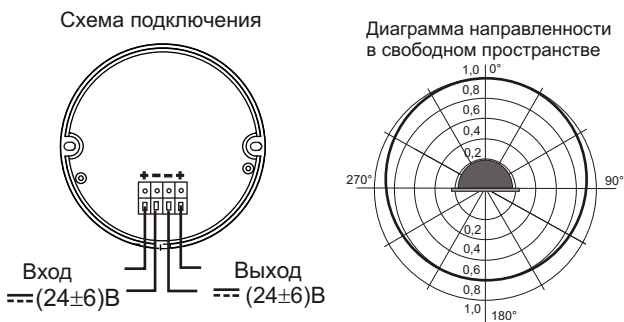

Рис.2 Схема подключения и диаграмма направленности оповещателя .
- 2.7. Диаграмма направленности звука на рис.2 (п.5.3)
5.1. Перед установкой необходимо проверить внешний вид оповещателя на наличие повреждений и проверить работоспособность следующим образом:подключить источник питания (типа Б5-7) к выводам оповещателя (рис.2), предварительно установив напряжение питания (24±6)В. При этом оповещатель должен выдать чередование текстового и звукового сигналов.
5.4. На рис.2 показана схема подключения и диаграмма направленности звука оповещателя